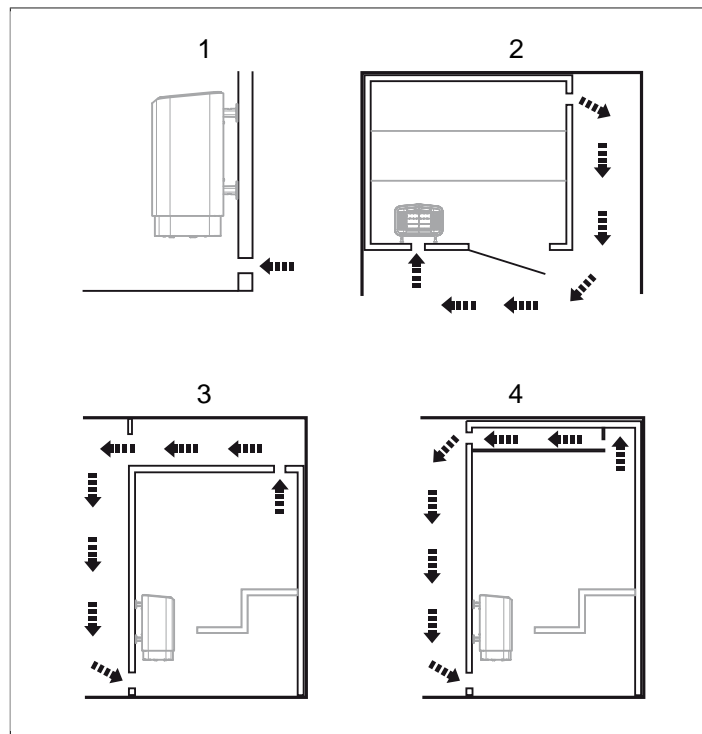

Рисунок 6: Установка впускного и выпускного клапана
- с максимальным расстоянием до впускного клапана, например, по диагонали (см. **Рисунок 6**, страница 3).
- высоко на стене или на потолке (см. **Рисунок 6**, страница 3).